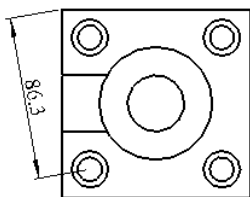

图 5.2.31 尺寸显示
➤ 标注图 5.2.31 所示的尺寸, 可以按照如下的方法操作。
Step4. 此时系统弹出 **▼ DIM ORIENT (尺寸方向)** 菜单。在该菜单管理器中选择 **Slanted (倾斜)** 命令, 此时在视图中显示尺寸, 如图 5.2.31 所示。